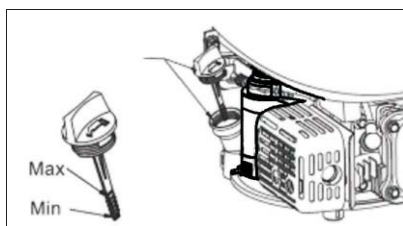

Fig. 7
2. Verwijder de olievuldop /peilstok (8) en veeg deze schoon.
3. Steek de olievuldop/peilstok (8) in de olievulnek, zoals getoond. Schroef de dop er echter niet in, maar verwijder de dop om het oliepeil te controleren.
4. Indien het oliepeil bij of beneden de onderste peilstreep op de peilstok staat, verwijder dan de olievuldop/peilstok (8), en vul bij met aanbevolen olie tot aan de bovenste peilstreep (onderste rand van het olievulgat). Vul niet te veel bij.
5. Plaats de olievuldop /peilstok (8) stevig terug. (Zie Fig. 7)